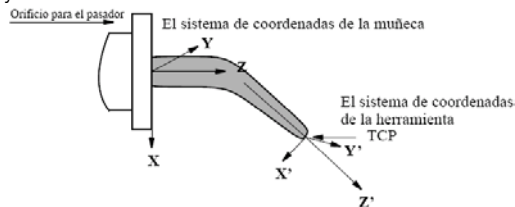

Figura 1 Definición del sistema de coordenadas de la herramienta.
- La orientación del sistema de coordenadas de la herramienta, expresado en el sistema de coordenadas de la muñeca bajo la forma de un cuaternión (q_1, q_2, q_3 y q_4). (Véase la Figura 1.)
La herramienta de la Figura 1 se deberá definir utilizando los siguientes valores: